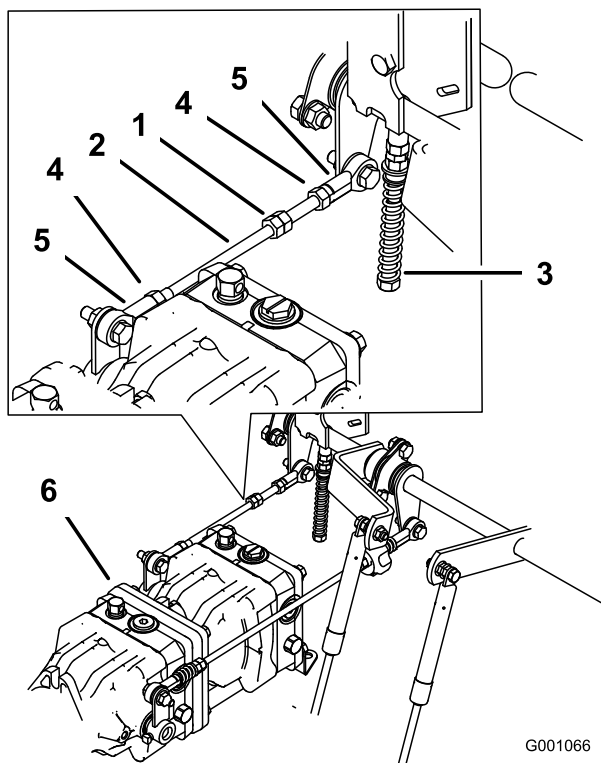

Figura 91
1. Afloje las contratuercas de la articulación esférica de la varilla de control de la bomba (Figura 91).
3. Ajuste la longitud de la varilla de la bomba girando las tuercas dobles de la varilla, en el sentido apropiado, hasta que la rueda quede estacionaria o se mueva muy lentamente en marcha atrás (Figura 91).
6. Apriete las contratuercas de las articulaciones esféricas (Figura 91).